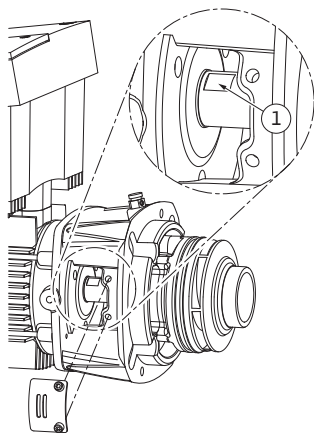

Fig. 54: Cheie fixată pe arbore
24. La montajul rotorului hidraulic introduceți o cheie fixă, deschidere optimă a cheii 22 mm, în fereastra piesei intermediare și fixați arborele cu cheia (Fig. 54, Poz. 1).